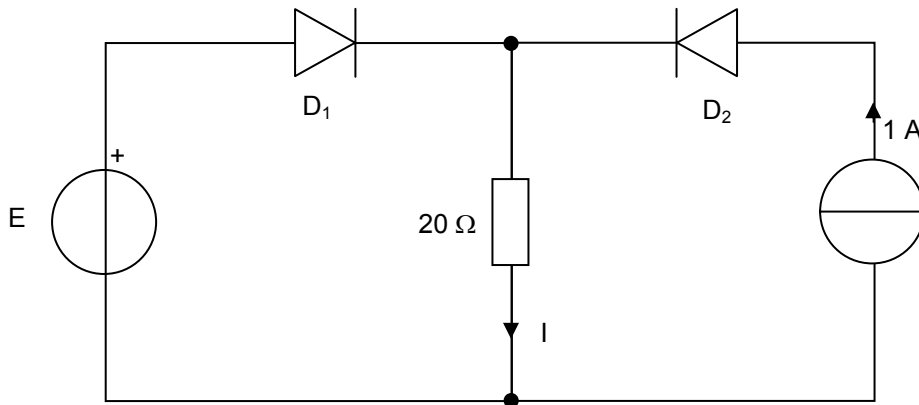

Figure 49
6. Dans le montage de la Figure 49 dans lequel les diodes sont supposées parfaites et les générateurs idéaux.